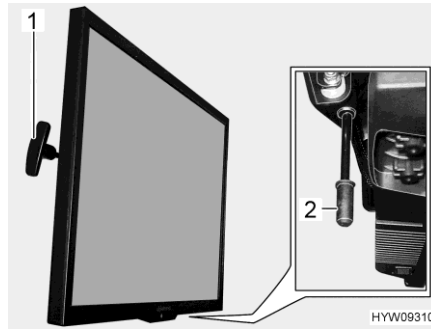

Fig. 103 Pantalla plana
- Tirar y detener el tirador (Fig. 103,1). La pantalla plana está desbloqueada.
- Tirar el tirador (Fig. 103,2) hacia abajo y mantenerlo ahí. La pantalla plana está desbloqueada.